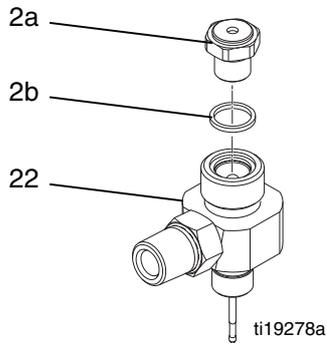

FIG. 13
- Coloque la junta (2b) en el asiento de la válvula (2a). Engrase las roscas del asiento de la válvula (2a) e instale el alojamiento del fluido (22). Apriete a 20-25 pies-lb (27-34 N•m). Consulte la FIG. 13.